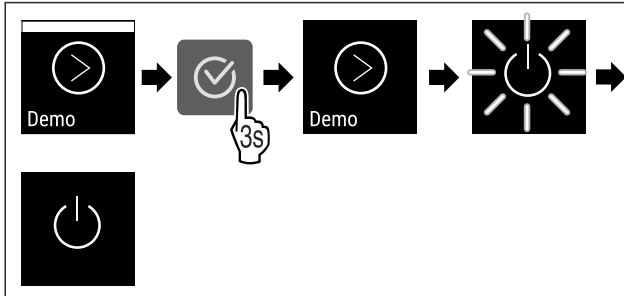

Fig. 101
- ▶ Изпълнете стъпките (виж Fig. 101) .